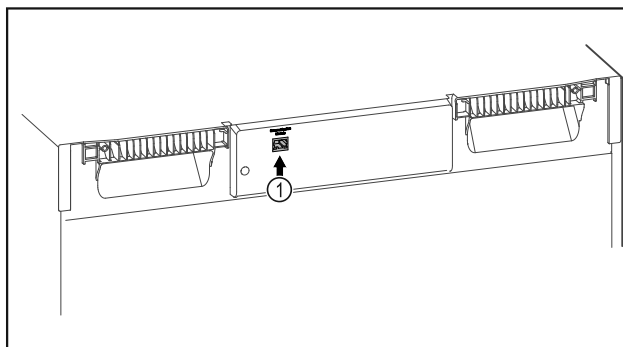

Fig. 140
- El SmartModule Fig. 140 (1) está colocado.